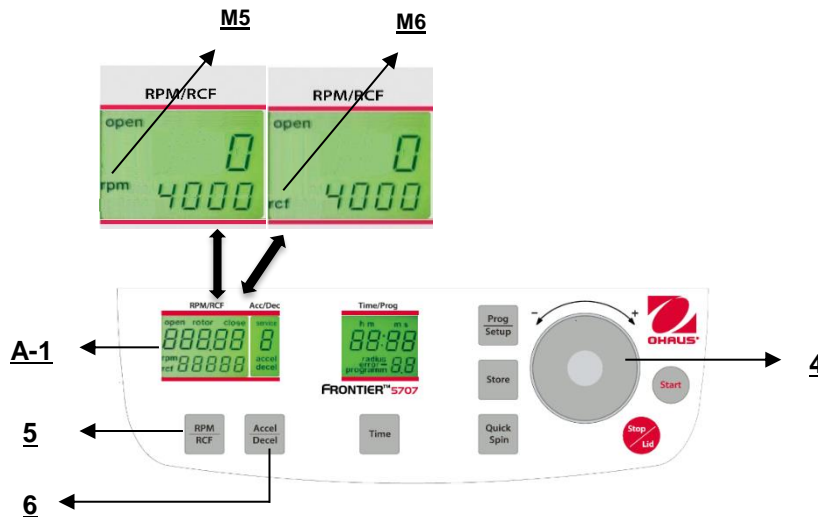

Figure. 16
Cette présélection est activée au moyen de la touche **"RPM/CF"** (5) (voir la figure 16 ci-dessous). En appuyant sur la touche une fois, le mot **"rpm"** (M5) clignote. En appuyant sur la touche deux fois, il est possible de présélectionner les forces centrifuges. Le mot clignotant **"rcf"** (M6) apparaît alors. L'utilisateur peut définir les valeurs désirées avec le cadran de réglage (4). Sur l'affichage (A-1), la valeur réglée est présentée en permanence, avant, pendant et après la centrifugation.